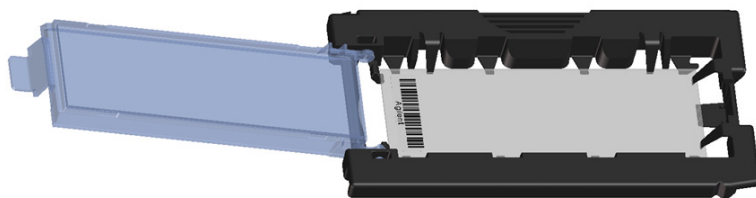

Figura 40 Lâmina inserida no respetivo suporte
- d** Suavemente pouse a lâmina sobre o respetivo suporte. Consulte a Figura 40.